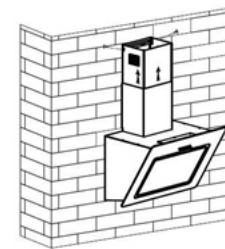

Abb. 7
10. Entfernen Sie den inneren Abzugskanal bis er an der Wand ankommt; befestigen Sie ihn mit 2 selbstschneidenden Schraubenschlüsseln 2xST4\*8 mm. (siehe Fig. 7)
10. Ziehen Sie den inneren Abzugskanal aus dem äußeren Abzugskanal so weit heraus, bis er die Halterung an der Wand erreicht, und befestigen Sie ihn dann mit zwei selbstschneidenden Schrauben (ST4\*8 mm; siehe Abb. 7).